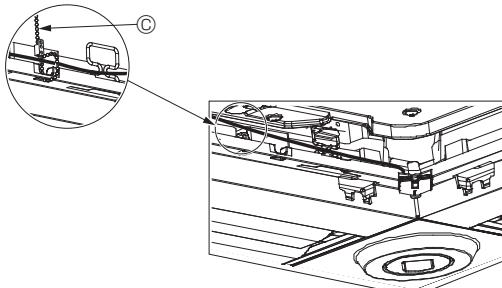

Fig. 5-13
- Fest i-See-sensorens og signalmottakerens ledninger til panelet med festene som vist på bildet, slik at det ikke finnes slakk i dem, og klipp deretter av den overflødige lengden på festet. (Fig. 5-13)
- Hvis posisjonen til i-See-sensor ble endret fra "○" (E) til "□"-stilling (F), endres bryterinnstillingene. (Se side 214.)